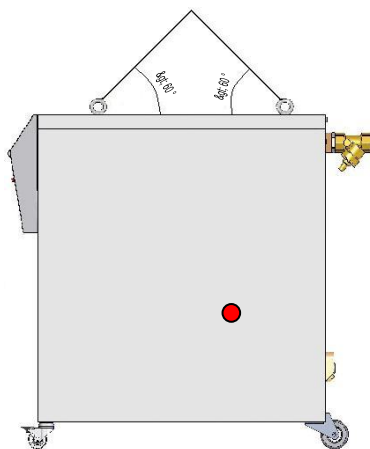

Fig. 7: Puncte de referință
1. Fixați corespunzător frânghiile și cu curelele Fig. 7 .
2. Asigurați-vă de faptul că aparatul este agățat în poziție verticală și acordați atenție punctului de greutate (→ ● Fig. 7).